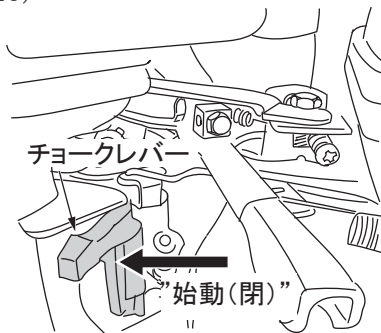

図 15
2. エンジンが冷えている時や始動しにくい場合は、のチョークレバーを閉じてください。必要以上にチョークレバーを全閉のままにしておきますと燃料の吸い込み過ぎとなります。(図15)